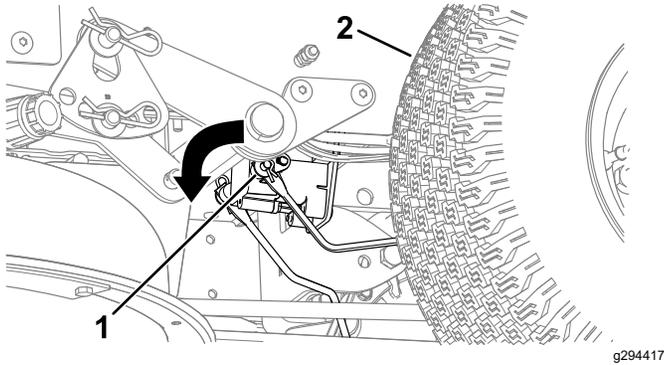

Figura 54
4. Individuate l'albero sul freno elettrico in cui sono collegati i bracci di attacco del freno (Figura 54).
5. Ruotate l'albero in avanti per rilasciare il freno come illustrato nella Figura 54.